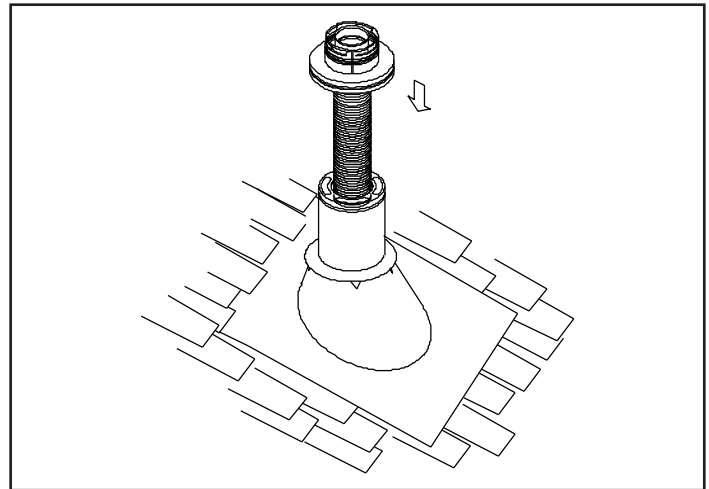

Figure 4.20
- Placez le tuyau flexible au centre de la cheminée en l'introduisant depuis le haut et placez l'adaptateur supérieur au centre du conduit de cheminée. Percez quatre trous de 3 mm (1/8 po) dia diamètre dans l'adaptateur supérieur et dans le débouché de cheminée. Assurez-vous de percer dans le métal de la cheminée. Placez le chapeau pour vents forts sur l'adaptateur et tournez-le d'un quart de tour pour le bloquer. Voir les figures 4.20 et 4.21.